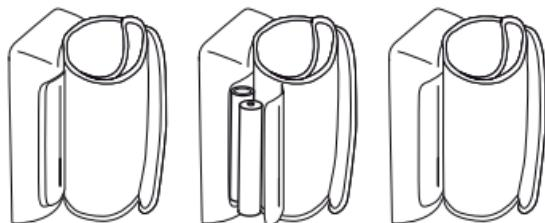

Fig. 1
- Aprire il coperchio del vano batteria posto sulla parte inferiore del dispositivo (vedi fig. 1). Inserire le batterie (vedi capitolo 11 Dati tecnici). Prestare attenzione alla polarità („+“ e „-“) durante l'inserimento. Richiudere il coperchio del vano batteria. I simboli **12 h** o **24 h** lampeggiano sul display. Impostare quindi la data e l'ora, come descritto di seguito.